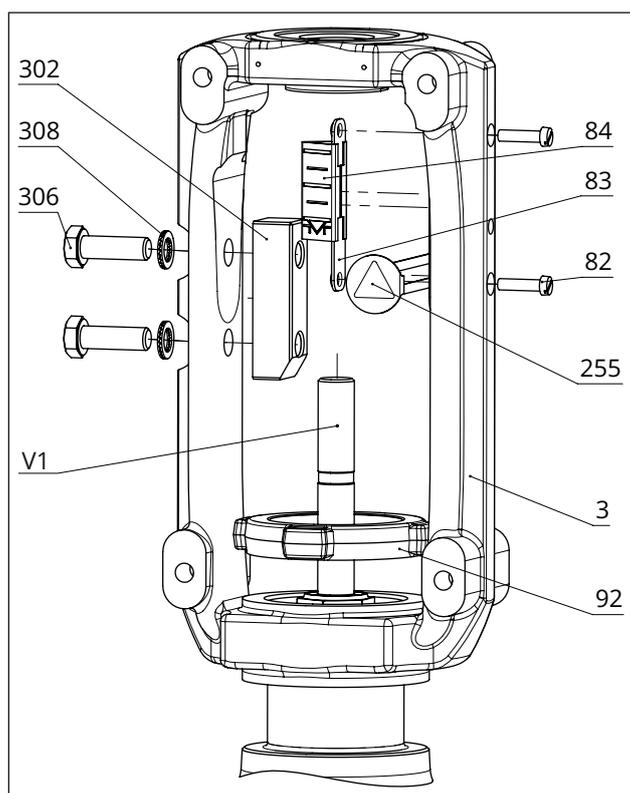
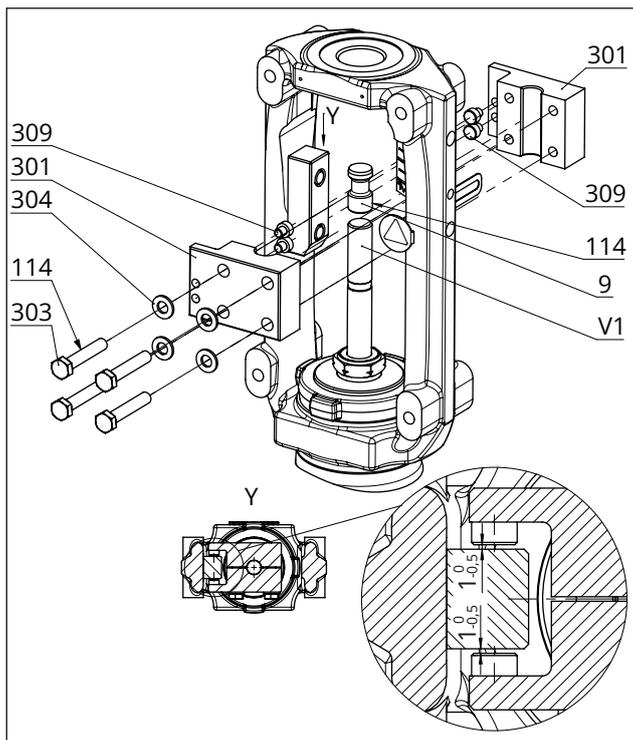

Bild 24: Montageübersicht der Baugruppe Joch mit Hubschild in der Sonderausführung
Bild 25: Montageübersicht der Verdrehsicherung in der Sonderausführung
Vgl. Bild 24 und Bild 25
- Zwischen den Gleitscheiben und ihrer Auflage am Joch ist ein nomineller Spalt zwischen 0,5 und 1 mm auf jeder Seite (vgl. Detail Y in Bild 25).